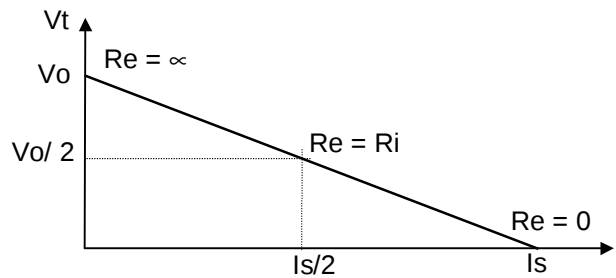

FIGURA 11.3. Característica corriente- voltaje de una fuente real con R_i constante
2. Para las baterías y acumuladores existe una relación lineal entre el voltaje terminal V_t y la corriente I según Figura 11.3.